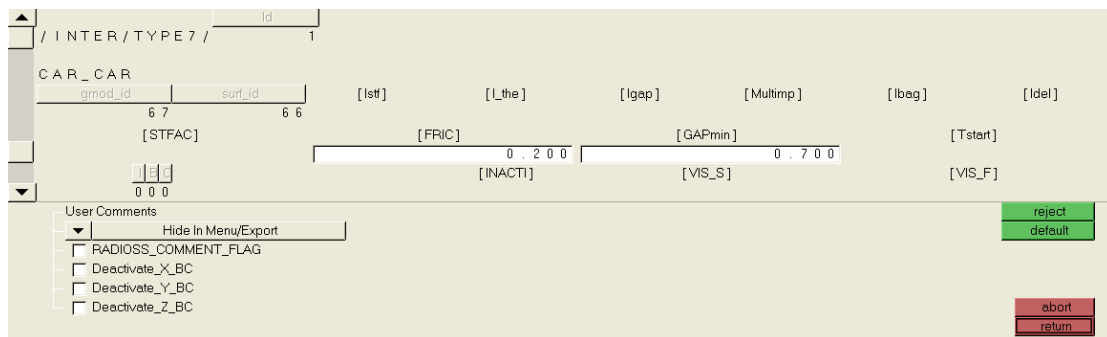

图 8-42 CAR_CAR 接触参数
- (7) 单击 comps 按钮，选择图形区所有显示的单元。
- (8) 将 slave 对象设置为 comps。
- (9) 单击 comps 按钮，选择图形区所有显示的单元。
- (10) 单击 review 按钮，查看 CAR_CAR 接触中的接触对象，主接触呈蓝色显示，从接触呈红色显示。
- (11) 进入 card image，单击 edit 按钮。
- (12) 设置相关数值，如图 8-42 所示。